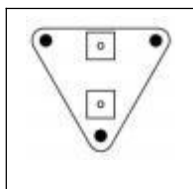

Bild 1.
- 1). Använd väggpaneler (3) för att ställa in önskad fläktposition. Markera tre monteringspunkter. Hål. Borrar tre hål på de markerade platserna. Se till att monteringsområdet är strukturellt stabilt och fritt från hinder. Se (Bild 1.)